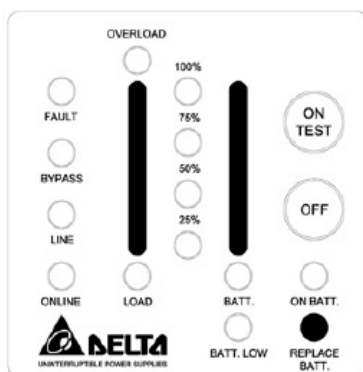

Рис. 4-6. Индикация необходимости замены батареи
- **НЕОБХОДИМОСТЬ ЗАМЕНЫ БАТАРЕИ.** Свечение соответствующего индикатора информирует пользователя о необходимости замены батареи. Если встроенный микропроцессор обнаруживает неисправность батареи, он подает три звуковых сигнала длительностью по 0,5 сек через каждые 0,5 сек. После подачи первых трёх сигналов аналогичные сигналы подаются каждый час. См. рис. 4-6.